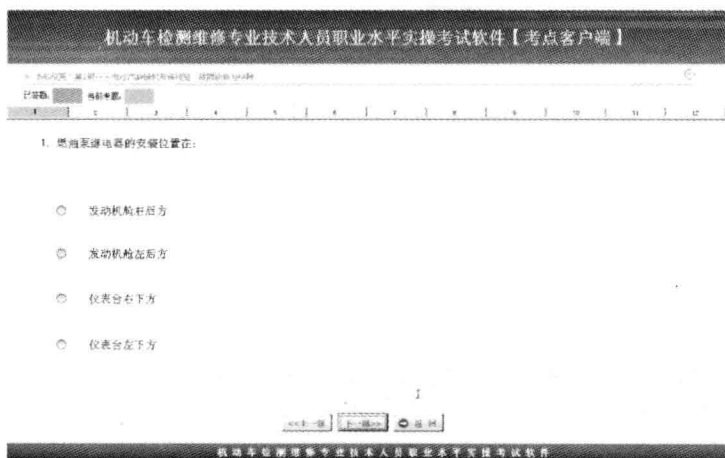

图1-9 考试答题界面
(6) 答题。考生选择其中的一道试题, 点击“答题”按钮或双击选中的试题, 进入考试答题界面, 如图1-9所示。